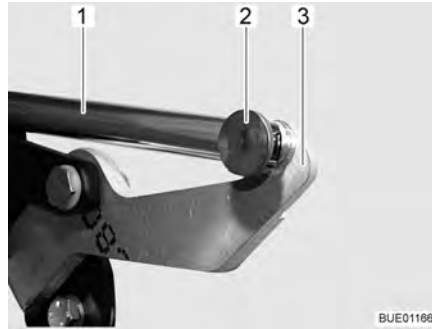

Fig. 77 Azionamento
- Rimuovere il collegamento (ad es. copiglia e perno) (Fig. 77,2) tra la biella (Fig. 77,1) e la leva (Fig. 77,3).